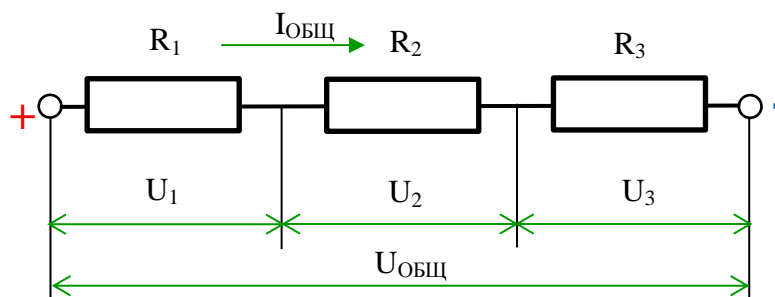

Рисунок 28 – Последовательное соединение резисторов
**Последовательным** называют соединение, при котором условный конец первого потребителя соединяется с условным началом второго, конец второго – с началом третьего и т.д. (рисунок 28).